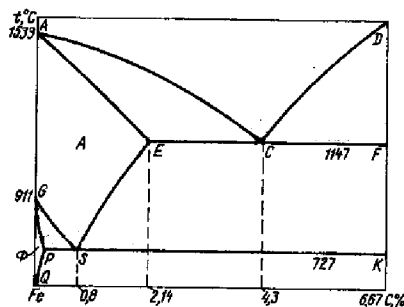

Рис.2
6. Какое превращение происходит в точке S на диаграмме «железо – цементит»? (см рис.2)
7. Какая линия на диаграмме «железо-цементит» соответствует выделению вторичного цементита (см рис.2)?